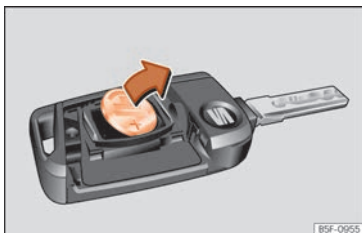

Fig. 88 Llave del vehículo: extracción de la pila.
- Extraiga la pila del compartimento con un objeto fino adecuado » » » **fig. 88.**
- Coloque la pila nueva tal como se muestra » » » **fig. 88** y presiónela en el compartimento para la pila en sentido contrario a la flecha » » » **!**